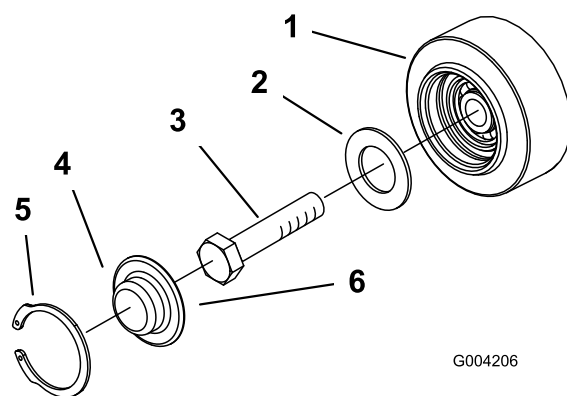

Figure 53
3. Déposez le circlip et le chapeau d'un galet de roulement (**Figure 53**).
4. Vérifiez la graisse sous le chapeau et autour du joint (**Figure 53**). Si elle est encrassée, granuleuse ou en quantité insuffisante, enlevez toute la graisse, remplacez le joint et ajoutez de la graisse neuve.